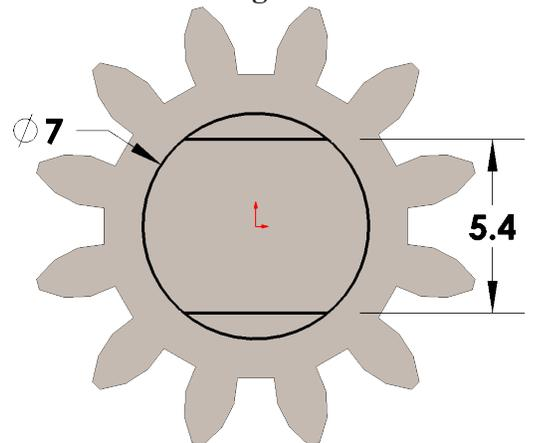

Fig. 9
Step 9. Add **5.4 dimension**, **Fig. 9.**